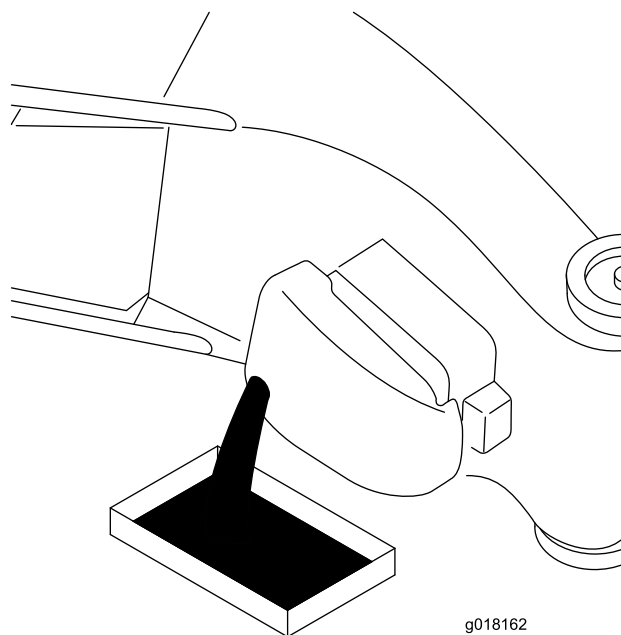

Figure 18
3. Inclinez la machine sur le côté (filtre à air en haut) pour vidanger l'huile usagée par le goulot de remplissage (Figure 18).